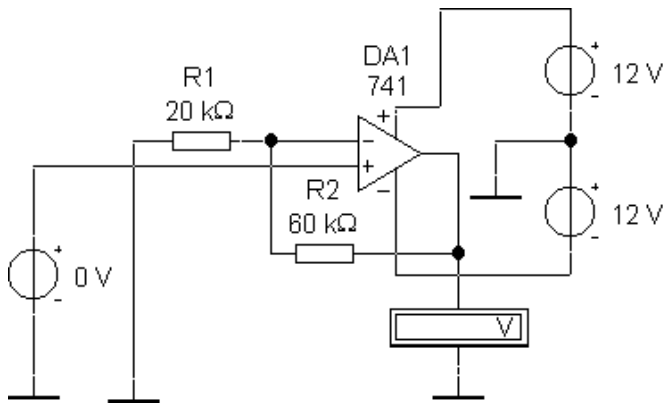

Рис. 5.14. Принципиальная схема неинвертирующего усилителя на ОУ
5.4.1. Для снятия передаточной характеристики ОУ с ООС в схеме неинвертирующего усилителя соберите схему, приведенную на рис. 5.14. Активируйте схему. Изменяя входное напряжение ОУ и фиксируя значение выходного напряжения, снимите прямую ветвь передаточной характеристики. Необходимое количество измерений установите самостоятельно. Измените полярность включения генератора входного напряжения путем удаления его из схемы, переворота на  $180^\circ$  и последующего подключения, и аналогично снимите обратную ветвь передаточной характеристики. Постройте передаточную характеристику ОУ и определите коэффициент усиления и рабочий диапазон входных и выходных напряжений.